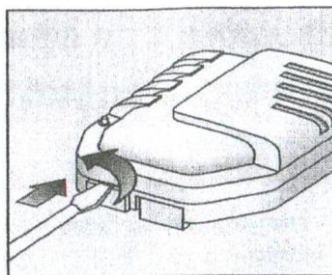

Рисунок 2
6.2.3.1 Снимите верхнюю крышку. Для снятия верхней крышки необходимо аккуратно нажать и повернуть отверткой в отверстии с правой боковой стороны сигнализатора (рисунок 2).
1) Открыть корпус, аккуратно нажав и повернув отверткой в отверстия с правой боковой стороны сигнализатора (рисунок 2).